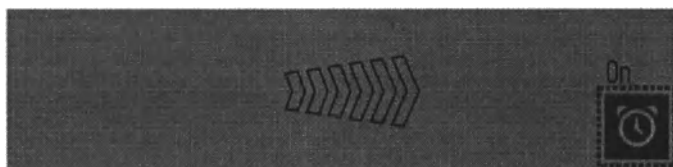

Рисунок 5.10 – Вид ЖК-дисплея при активации таймера
5.14.3 Нажмите кнопку [+] или [-] для переключения между режимами активации/деактивации таймера. При этом режим таймера отображается в виде индикации «ON» / «OFF» (рисунок 5.10).